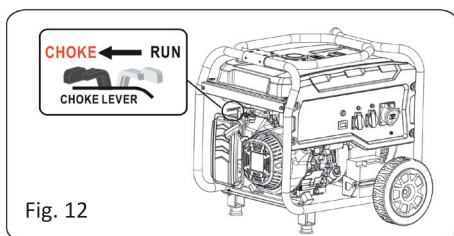

Fig. 12
- Skub chokeren til positionen Choke. (Se Fig. 12). **SPRING DETTE OVER, HVIS MOTOREN ALLEREDE ER VARM.**